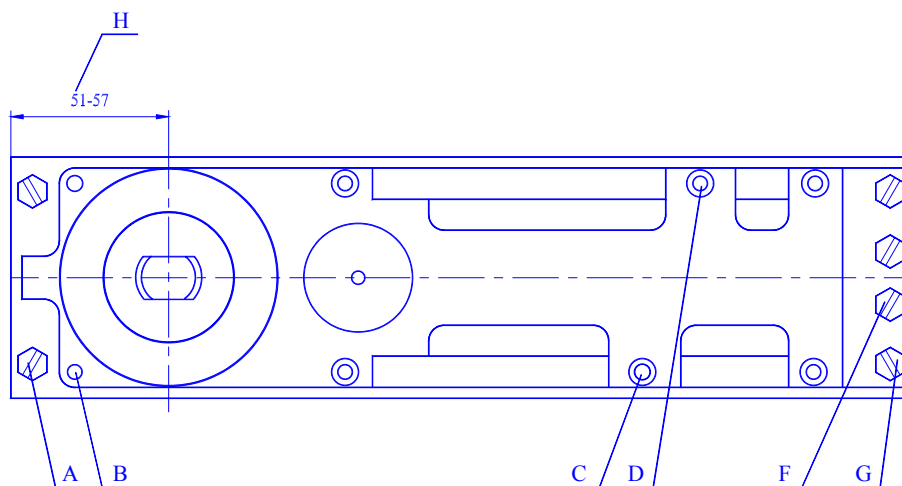

Рис.1 Доводчик-закрыватель напольный BTS-75 (вид со снятой крышкой).
1. Устройство двухсекционной петли показано на рис.1.